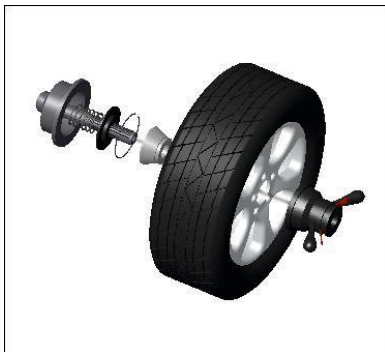

Рис. 12
- Приводной вал - необходимый конус(большим диаметром к валу) – колесо – быстросъемная гайка (рис.12)